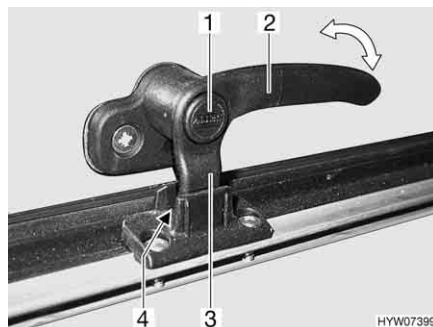

Fig. 52 Leva di serraggio (posizione "Aerazione continua")
- In posizione di "Aerazione continua" (Fig. 52)
- Premere il bottone di sicurezza (Fig. 52,1) e mantenerlo premuto.
- Ruotare la leva di serraggio (Fig. 52,3) di un quarto di giro verso il centro della finestra.
- Girare nuovamente all'indietro la leva di serraggio. Riportare contemporaneamente il nasello di chiusura (Fig. 52,3) della leva di serraggio nella rientranza della chiusura della finestra (Fig. 52,4).
- Rilasciare il bottone di sicurezza (Fig. 52,1).